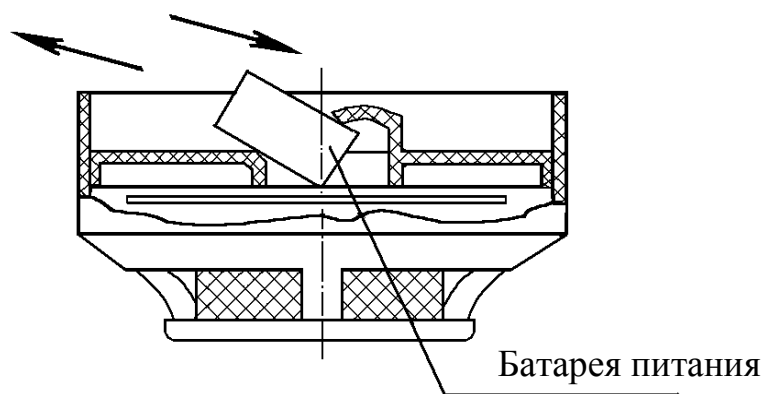

Рис. 2
6.4 Соблюдая полярность, подключить батарею питания, и установить ее в корпус сигнализатора согласно рис. 2.